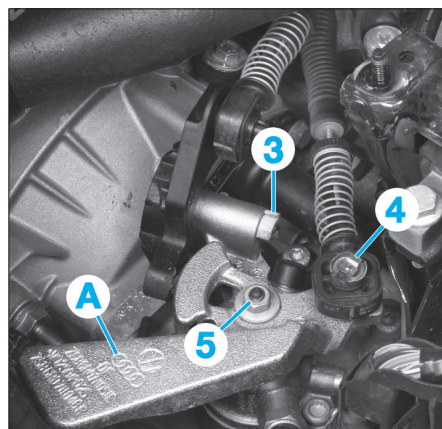

FIG. 4
- l'anneau en caoutchouc (2) du flexible de dépression de l'oeillet de réception sur le moteur,
- le clip (3) et extraire le levier de sélection conjointement avec l'arrière de câble (Fig.4),